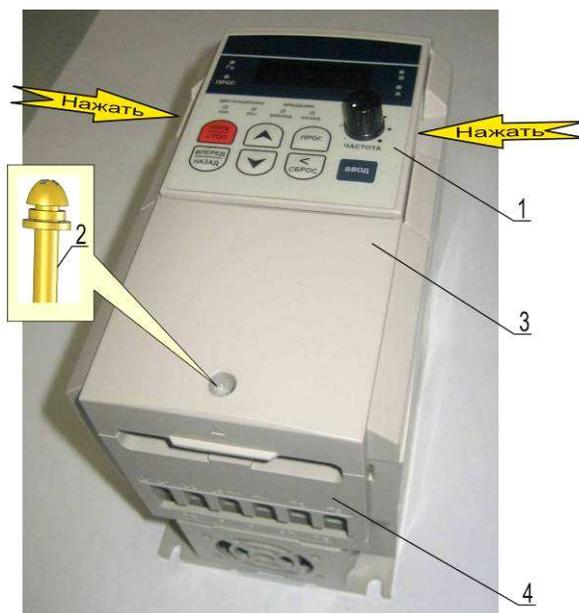

Рис. 6.1
6.1.1. Установить частотный преобразователь на рабочий стол. Снять пульт управления 1, нажав на фиксаторы (рис.6.1). Положить пульт управления в тару.
6.2.1. Открутить один винт 2, снять верхнюю крышку 3 (рис. 6.1). Положить крышку и винт в тару.
6.2.2. Снять решётку 4 (рис. 6.1). Положить решётку в тару.